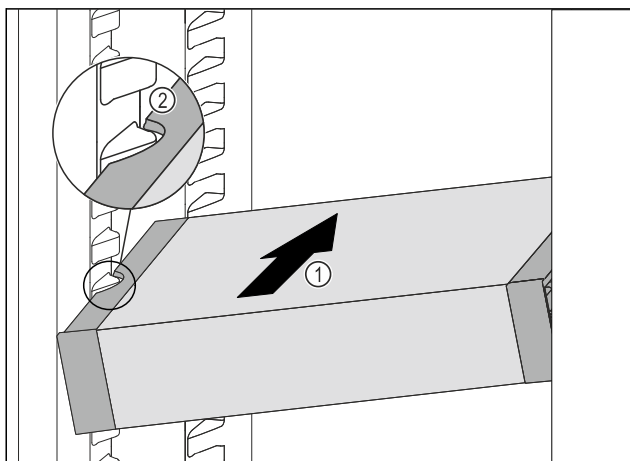

Fig. 47
- Sæt VarioSafe på skrå ind i kølesektionen, Fig. 47 (1) indtil udsparringerne i siden Fig. 47 (2) på VarioSafe er på niveau med beholderribben i kølesektionen.